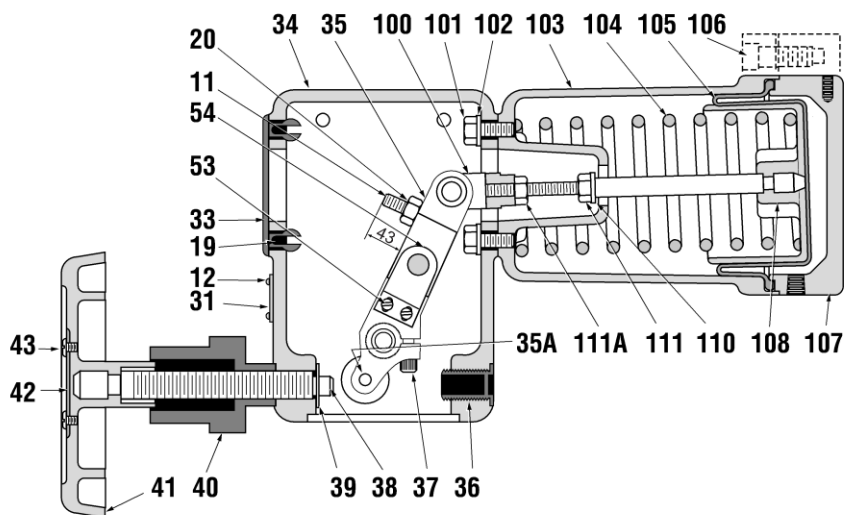

Рисунок 6 - Стойка, привод и ручной дублер
1. Изолировать дисковый затвор MiniTork и сбросить рабочее давление из корпуса. Снимите переднюю крышку (21), заднюю крышку (18) и боковую крышку (33).
2. Подайте в привод давление воздуха достаточное, чтобы рычаг (35) занял промежуточное положение. Снимите стопорное кольцо (22) и ось (24) рычага, сбросьте давление воздуха.
3. Снимите болты (101) и шайбы (102). Снимите привод и с помощью болтов (101) и шайб (102), закрепите его на противоположной стороне стойки (34). Затяните болты крутящим моментом, указанным в таблице ниже по тексту, в зависимости от размера привода.
4. Переверните ограничитель хода (11) на рычаге (35). Ограничитель хода всегда должен находиться на противоположной стороне от вилки (100). Он устанавливается на расстоянии 43 мм (см. рисунок 6).
5. Снимите штифт (38) и шайбу ручного дублера (39). Снимите маховик (41), контргайку ручного дублера (40), заглушку (36). Установите маховик (41) и контргайку ручного дублера (40) на сторону стойки противоположную приводу. Установите шайбу ручного дублера (39), штифт (38) и заглушку (36).
6. Повторно подсоедините линии подачи воздуха к приводу и настройте нулевое положение привода и рычага (35) как описано в разделе «Регулировка штока привода».
7. Заново подсоедините к приводу (или к навесному оборудованию) все пневматические или электрические соединения. Установите на место крышки (30), (18) и (21).
11.4.3. Регулировка штока привода (см. рисунок 6)
8. Установите привод и закрепите его с помощью болтов (101) и шайб (102). Затяните болты крутящим моментом, указанным на рисунке 5.
9. Если ограничитель хода (11) был снят, его необходимо установить обратно на расстояние 43 мм, затем закрепить его с помощью контргайки (20) на противоположной стороне от вилки (100) (см. рисунок 6).
10. Соедините вилку и привод на рычаге (35) как описано ниже: